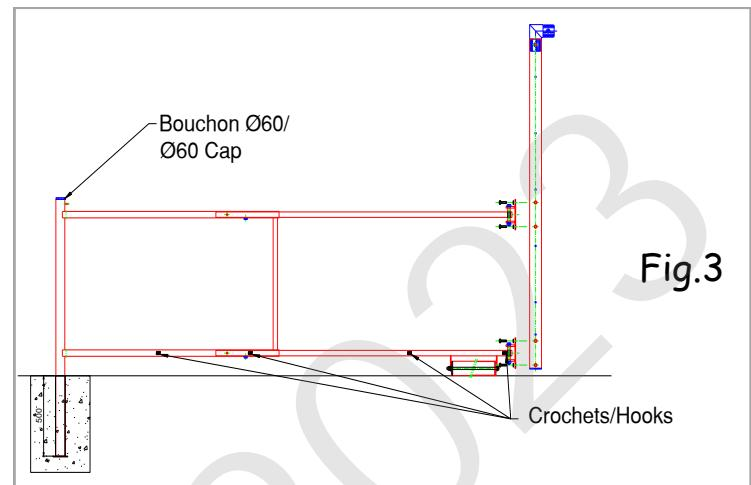

Fig.3
- Présenter et visser les montants avant sur le cadre puis Insérer la transversale sur les montants avants, bloquer avec les vis TBHC M 10x40, rondelles => Fig. 3
- Screw the posts on the frame then Insert the crossbar on the front posts, secure with the screws TBHC M 10x40, washers => Fig. 3